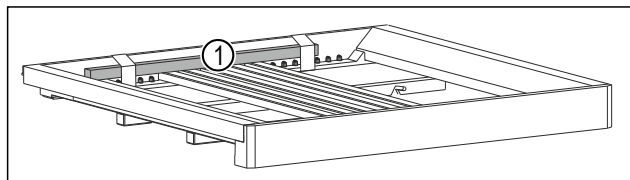

Fig. 3*
- Retirer la tige en bois Fig. 3 (1)*